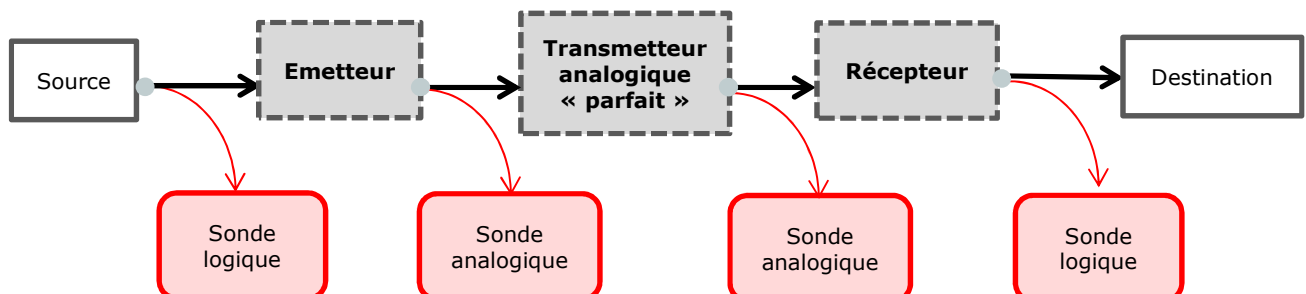

Figure 4. Modélisation de la chaîne de transmission à l'étape 2.
► Étape 2 : *transmission non bruitée d'un signal analogique*. On prendra en compte la nature analogique du canal de transmission en faisant évoluer la chaîne de transmission par l'adjonction de **deux étages** (logique → analogique et analogique → logique), comme indiqué sur le schéma de la figure 4.